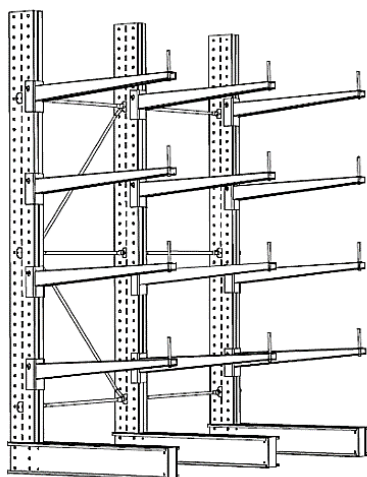
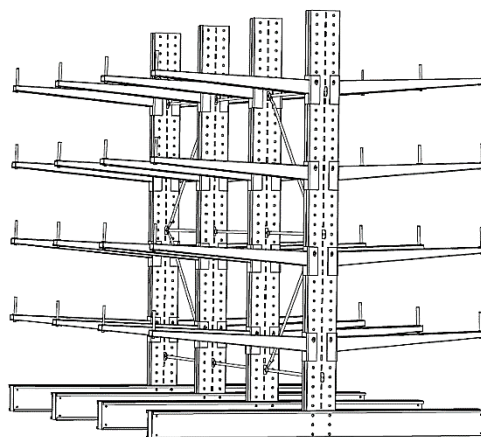

Рис.1
Рис. 2
- 1.4 Стеллажи имеют одностороннюю (рис.1) и двухстороннюю (рис. 2) фронтальную загрузку: